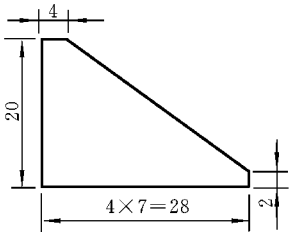

图 11.66 侧斜块断面图示
③ 台阶侧斜块尺寸 绘图命令:“多段线”(pline)绘制断面,断面如图 11.66 所示;“拉伸”断面生成侧斜块实体,拉伸高度为 8;“复制”生成另一个侧斜块实体。